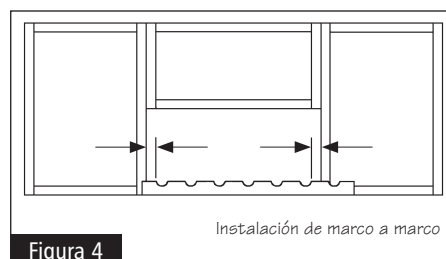

Figura 4
- **30" DE ANCHO:** Necesita hacer contramarco tanto en la unidad frontal como en la posterior. Sostenga las unidades contra los lados o los marcos del gabinete de modo que la distancia desde el borde de cada uno de los gabinetes al primer festón sea igual en ambos extremos de la unidad. Marque el lugar en donde cada uno de los extremos de la unidad se superpone con los lados o los marcos del gabinete. Haga un corte en las marcas de cada extremo. Asegúrese de cortar las unidades exactamente igual a fin de que las botellas de vino queden alineadas después de la instalación. Vea la figura 4.